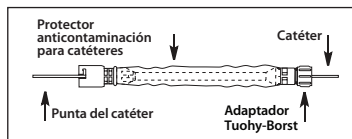

Figura 2
- Si va a utilizar un protector anticontaminación para catéteres con adaptador Tuohy-Borst (si se suministra), introduzca la punta del catéter deseado a través del extremo del adaptador Tuohy-Borst del protector anticontaminación para catéteres. Haga avanzar el catéter a través del tubo y el conector del otro extremo (consulte la figura 2).